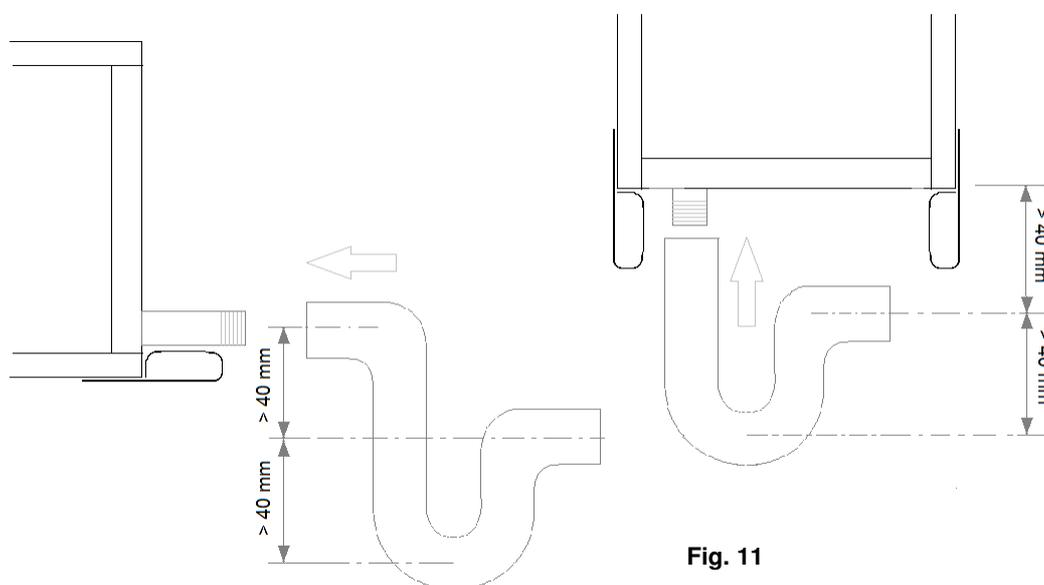

Fig. 11
- El sifón debe estar realizado como en la **fig. 11**.